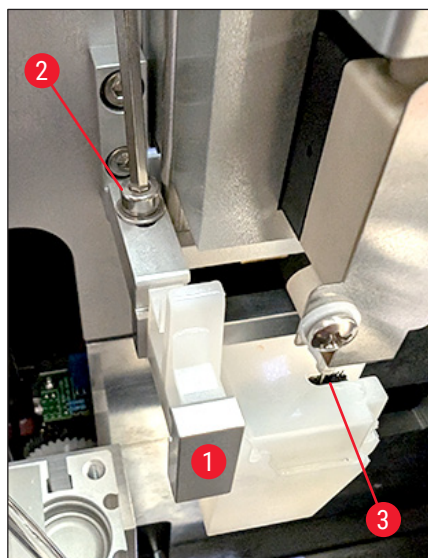

Fig. 25
2. Pentru aceasta, scoateți șurubul (→ Fig. 25-2) folosind cheia hexagonală nr. 3 și aliniați dispozitivul de curățare a acului dozator deplasând suportul (→ Fig. 25-1) în lateral până când acul dozator (→ Fig. 25-3) se deplasează în poziția corectă în mijlocul portului de curățare (→ Fig. 25). Strângeți șurubul atunci când ați atins poziția corectă.